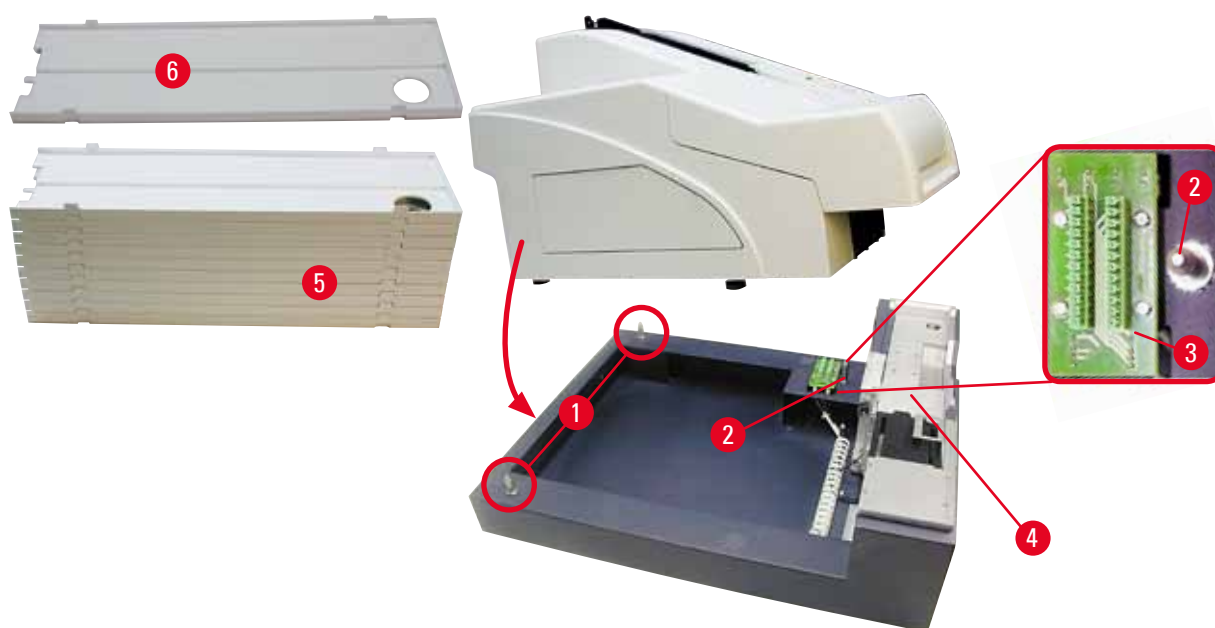

Fig. 12
3. Håll i båda sidor av skrivaren (höger och vänster) och placera den så att de båda bakre bultarna (→ "Fig. 12-1") passas in i fundamentet först, enligt vad som visas i (→ "Fig. 12").